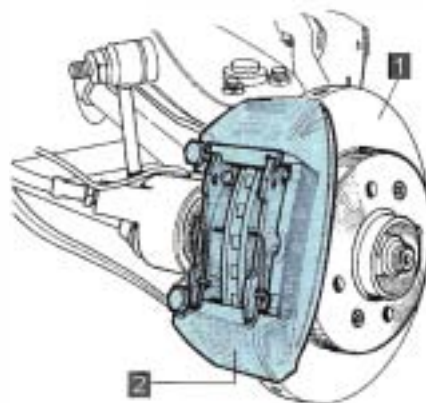

Figure 8.6 • Frein à disque (document Renault).
- les freins à **disque** (figure 8.6),